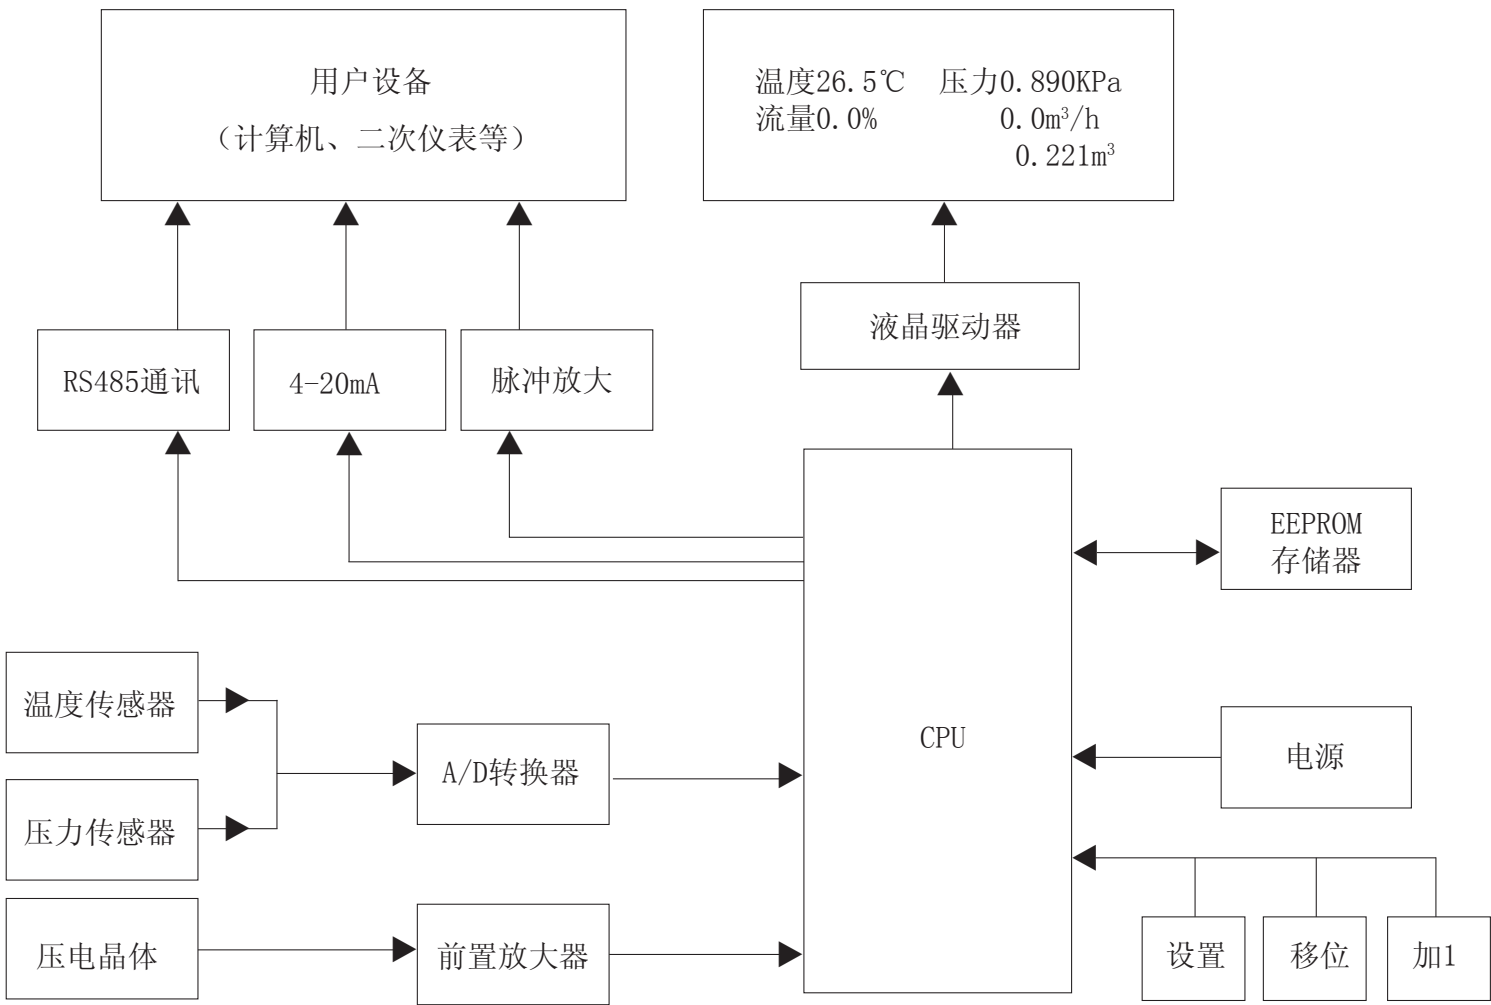

图3 智能流量积算仪工作原理图
3、流量积算仪工作原理（见图3）
流量积算仪的原理框图如图3所示。CPU接收来自前置放大器的脉冲信号和经A/D转换器得到的压力、温度信号，经过运算最终得到瞬时流量、累积流量、温度和压力值，并存贮在EEPROM中。同时，在LCD上显示上述数据。流量显示既可显示标况流量，也可显示工况流量，这由内部设定的参数决定。当内部供电电池电压低于2.5V时，在LCD上会出现闪烁的电池符号，以提醒及时更换电池。仪表上四个功能键，可对内部参数进行设定。积算仪与用户设备可通过以下三种方式进行数据传输：脉冲放大输出、（4~20）mA输出和RS485通讯。